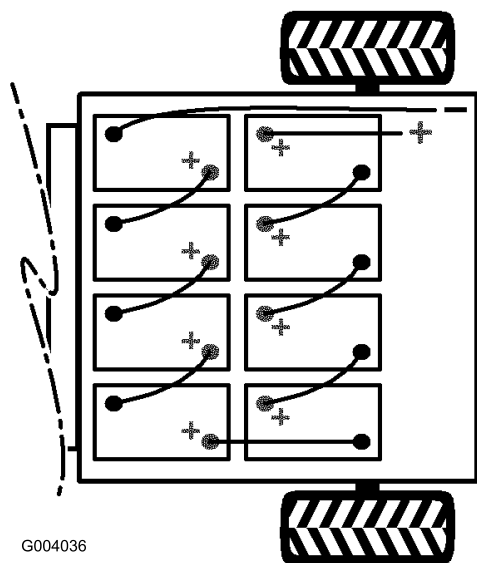

図 6
4. バッテリーは 図 6 のように配置する。
極性に十分注意してください（図 6）。
9. マイナスのメイン・ケーブル（黒）でバッテリーを車両に接続する（図 6）。
6. 図 6 に示すように、付属部品に入っているバッテリー・ケーブルで、バッテリーを相互に接続する。ケーブルが、鋭利な金属部などに触れないよう、注意すること。
7. ボルトを締めつけ、新しいボルト（&ボルト 5_16x3_4）とフランジ・ナット（ナット 5_16;）でクリップのもう一方の側を固定する（図 6）。
8. プラスのメイン・ケーブル（赤）でバッテリーを車両に接続する（図 6）。